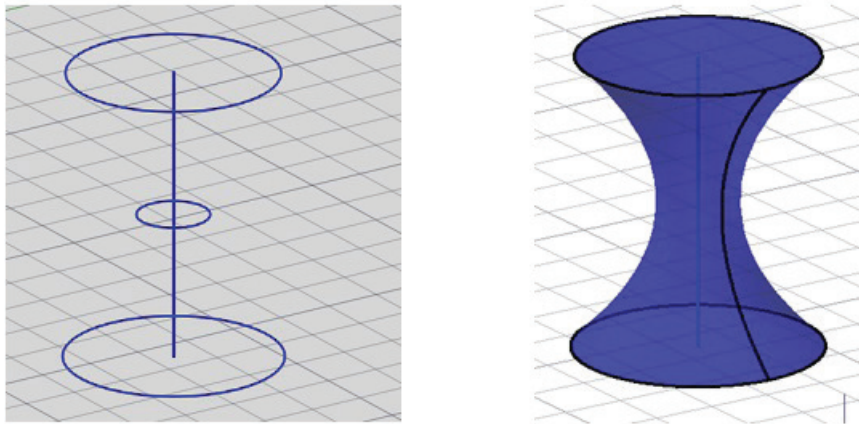

Рис. 3.1.19. Формирование 3D-тела командой **Лофт**
5. Команда **Лофт**  выполняет создание 3D-тела или поверхности в пространстве между несколькими поперечными сечениями. Профили поперечного сечения определяют форму получаемого в результате лофтинга трехмерного объекта. Для формирования 3D-тела командой **Лофт** построим вертикальный отрезок и три окружности разного диаметра с центрами на отрезке (рис. 3.1.19, а)